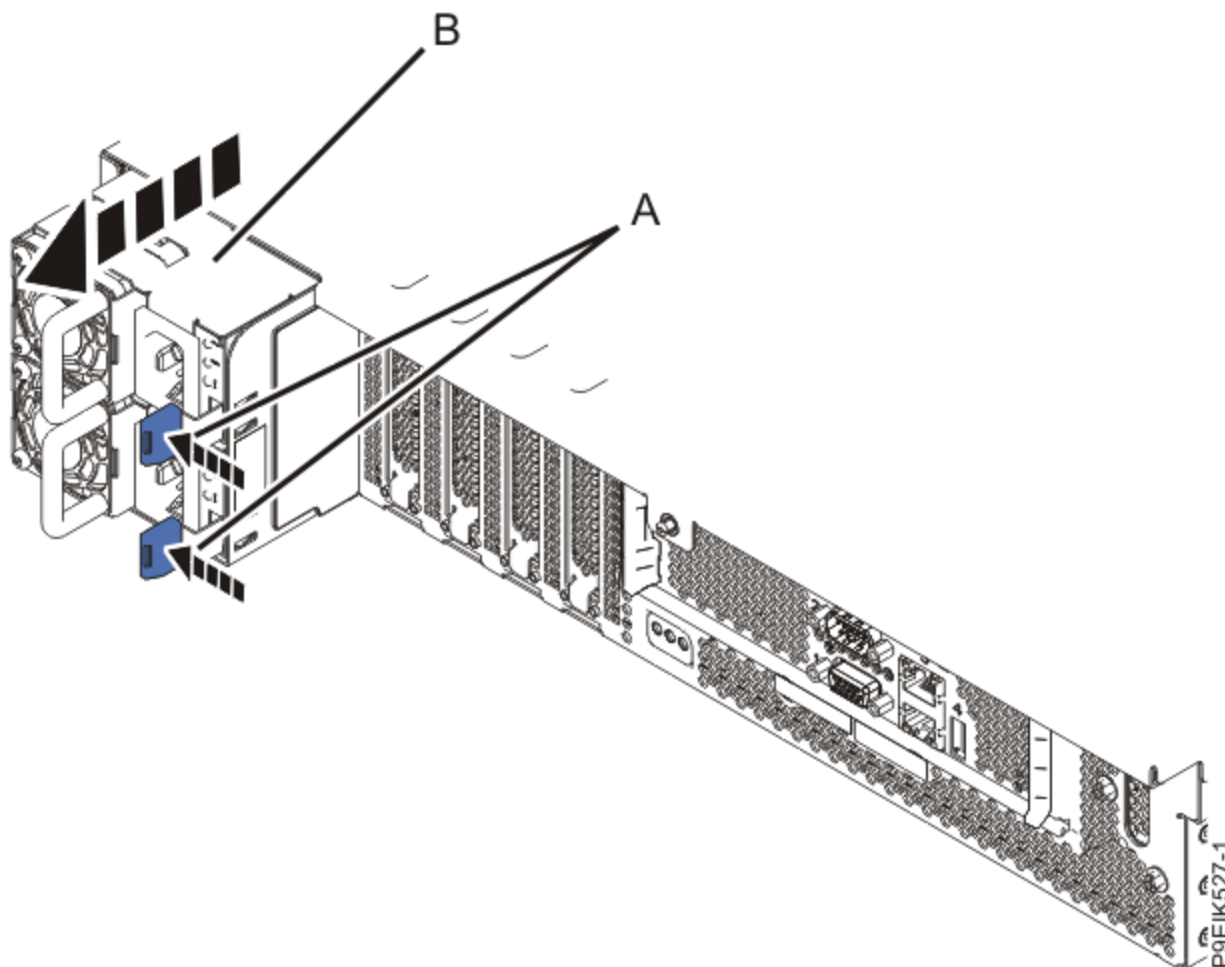

Figura 100. Extracción de las fuentes de alimentación del sistema
3. Quite las fuentes de alimentación del sistema, tal como se muestra en la Figura 100 en la página 115.